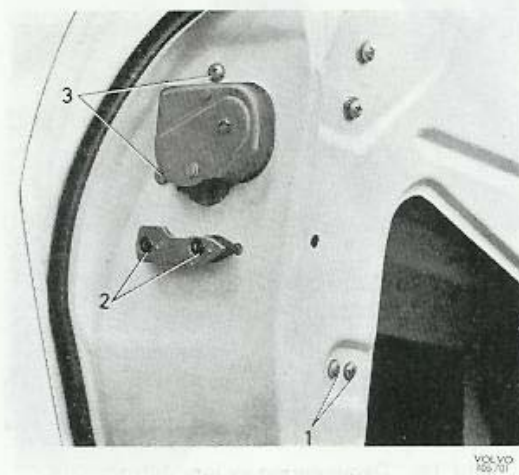

Bild 22. Skruvar för dörrlås
5. Skruva ur de två skruvarna (1 bild 22) för länkarmen till avståndskontrollen samt de två skruvarna (2 bild 22) som håller styrningen för låset.
6. Skruva ur de återstående två skruvarna (3 bild 22) samt trä ut låset genom hålet i dörrens innerplåt.
2. Placera låset på plats i dörren och montera skruvarna (1, 2 och 3, bild 22).